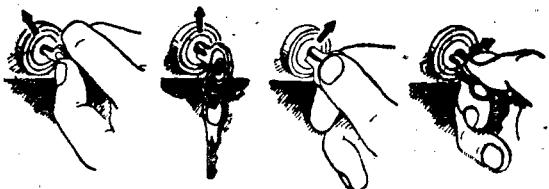

Рис. 5. Положения включателя зажигания и стартера.
*Включатель 17 зажигания и стартера* имеет четыре положения ключа (рис. 5): среднее положение—выключено, первое правое положение—зажигание и радиоприемник включены, второе правое положение — радиоприемник выключен, включены зажигание и стартер, крайнее левое положение—включен только радиоприемник.